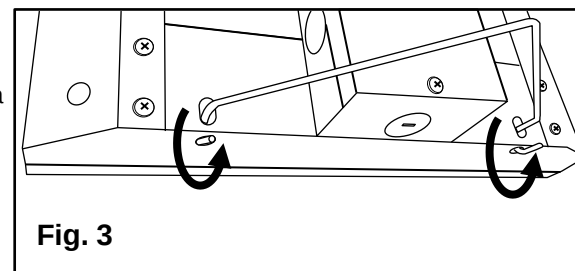

Fig. 3
6. Accrocher les cintres dans les **trous oblongs** dans le dos de le luminaire et à travers les **trous ronds** sur l'extrémité de le luminaire. [Fig. 3]